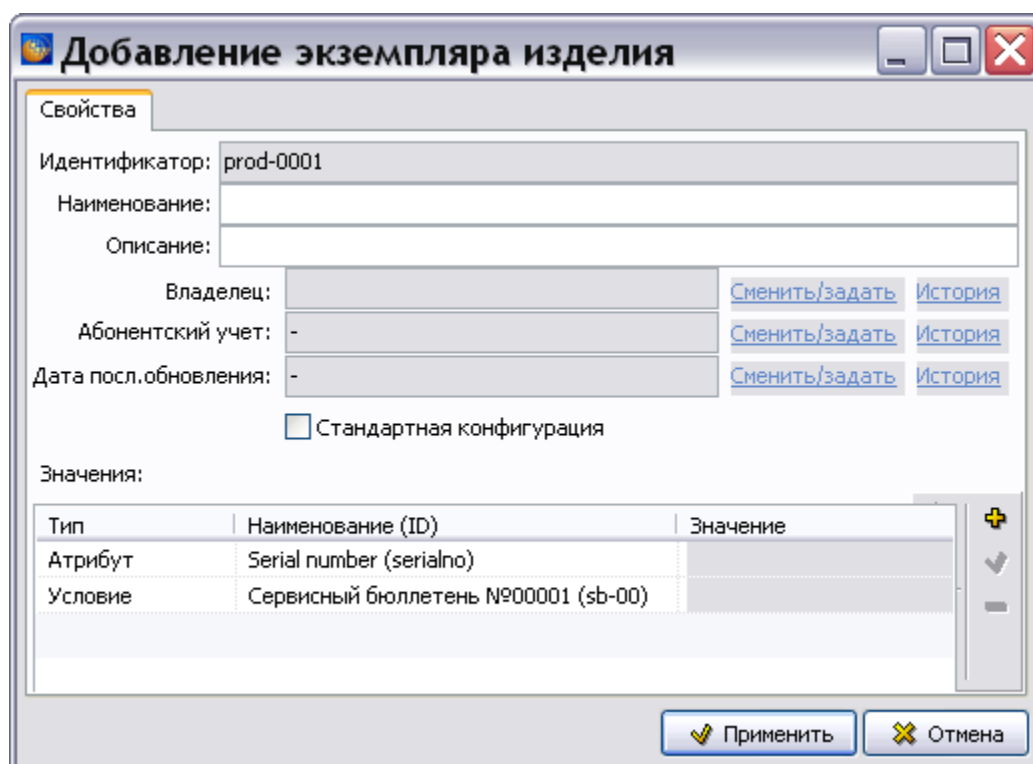

Рис. 22.26
1. На панели инструментов диалогового окна **Экземпляры изделий** нажмите на кнопку **Добавить экземпляр изделия (Ins)**  или в контекстном меню левой части окна выберите команду **Добавить**. При этом откроется диалоговое окно **Добавление экземпляра изделия** (Рис. 22.26).